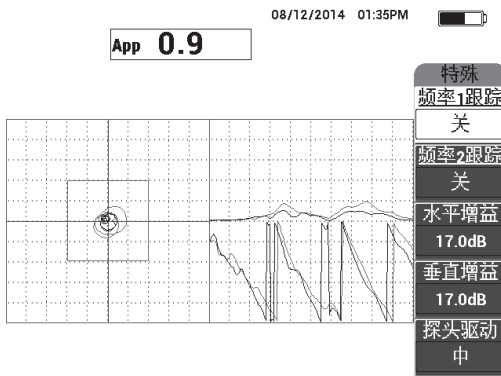

图 6-58 背景参考信号
3. 仍然将探头放置在标准试块没有缺陷的区域上，然后按住**参考保存**键（），保存背景参考信号（参见第 154 页的图 6-58）。